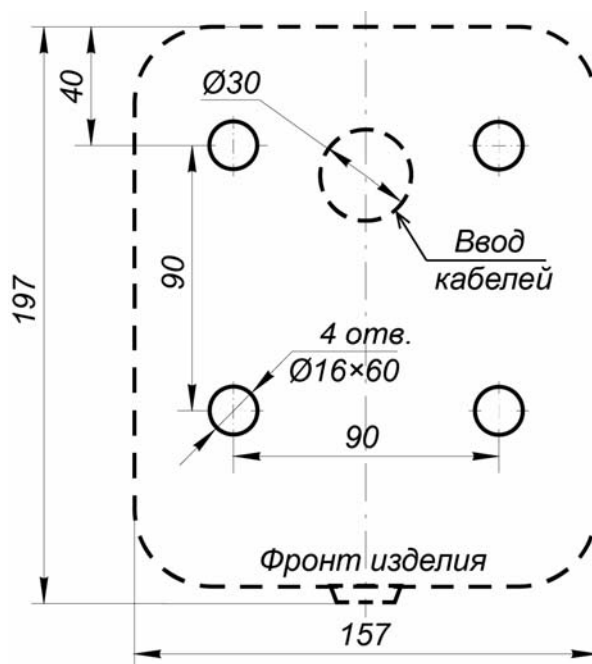

Рисунок 5. Схема разметки для установки картоприемника
2. Выполните разметку и разделку отверстий под гильзы анкеров на установочной поверхности для крепления картоприемника в соответствии с рис. 5.
6. Извлеките контейнер (3) картоприемника в порядке, указанном в разд. 9.4.